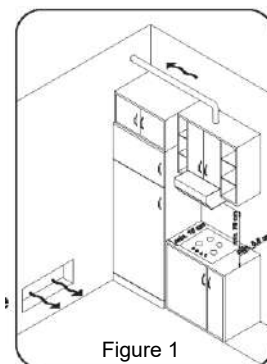

Figure 1
- Si le Trio est posé à côté d'une armoire, la distance entre le Trio et l'armoire doit être d'au moins 15 cm (voir la figure 1) ; et la distance entre le Trio et le mur arrière doit être d'au moins 5,5 cm. La distance entre le Trio et toute autre unité ou appareil placé au-dessus (p.ex. une hotte aspirante) doit être d'au moins 70 cm (figure 1).